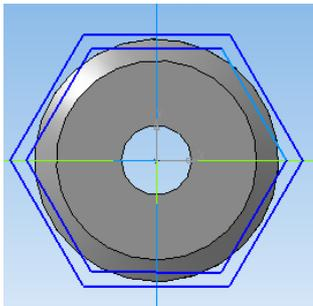

Рис. 11.
16. Выберите плоскость *ZY*. Создайте эскиз (рис. 11).